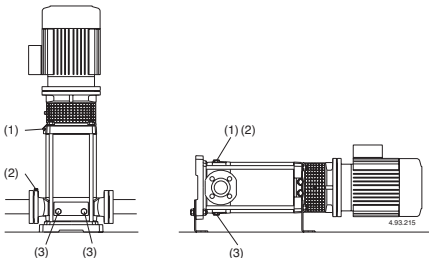

Abb. 4 (1) Auffüllung und Entlüftung:
Bei Installation der Pumpe über dem Wasserspiegel (Saugbetrieb, **Abb. 3A**) oder mit zur Öffnung des Rückschlagventils ungenügender Zulaufhöhe (weniger als 1 m) sind Saugleitung und Pumpe durch den Entlüftungsanschluß (1) zu füllen (**Abb. 4**). Zur Vereinfachung der Auffüllung wird ein Gummirohr (oder ein Rohrkrümmer) und ein Trichter verwendet.
(2) Entlüftung Saugleitung
(3) Entleerung
Wenn der **Wasserspiegel auf der Saugseite oberhalb der Pumpe** ist (Zulaufbetrieb, **Abb. 3B**) Absperrschieber in der Zulaufleitung langsam und vollständig öffnen um die Pumpe zu füllen. Dabei Schieber in der Druckleitung und die Entlüftungsöffnungen (1) (2) (**Abb. 4**) öffnen, damit die Luft entweichen kann.
Entlüftungsöffnungen (1) (2) schließen (**Abb. 4**). Bei MXV-B, MXV(L) 25-32-40 und MXV(L)4 25-32-40, die Nadelschraube (14.17) in der Entleerungs-Verschlußschraube (14.12) (**Abb. 4b**) anziehen und die Entlüftungsbohrung (14.04) schließen.
(2) zu wiederholen, sind die Anschlüsse der Saugleitung auf Dichtheit zu überprüfen und sind der Entlüftungs-(2) und die Entleerungs-Verschlußschrauben (3) auf der Saugseite anzuziehen (**Abb. 4**).
Die Pumpe sollte wie im Fall von zeitweiser Förderung von verschmutzten Flüssigkeiten im Anschluß kurz mit sauberem Wasser durchgespült werden, um Ablagerungen zu beseitigen. Oder es ist nach der Entleerung eine Wäsche vorzunehmen, indem sauberes Wasser (wenigstens 40 Liter) in die Auffüllöffnung (1) Druckseite gegeben wird und aus der Entleerungsöffnung (3) Saugseite austritt (**Abb. 4**).
Vor Demontage, Stromverbindung trennen, Absperrventile auf der Saug- und druckseite schließen und das Pumpengehäuse entleeren (fig. 4).